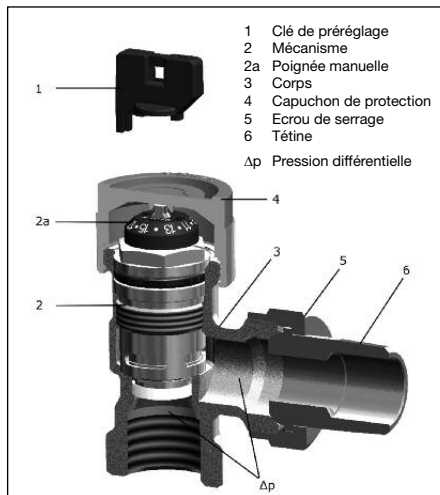

Fig. 5.2 Conception du robinet thermostatique «AQ»
Le débit maximal peut être réglé à l'aide de la clé de préréglage (fig. 5.2, pos. 1) (voir aussi 7.1).
Avec l'appareil de mesure raccordé, la pression différentielle disponible au corps de robinet est mesurée. Pour ce faire, dévisser le mécanisme (pos. 2, fig. 5.2) à l'aide du «Demo-Bloc» et effectuer une mesure avec la tige de mesure de la pression différentielle. Dès lors que la pression différentielle mesurée est égale ou supérieure à la pression différentielle Δp min. (voir 4.1), elle est assez élevée pour permettre la régulation automatique du débit par le robinet.
Le robinet thermostatique est livré avec un capuchon de protection plastique (pos. 4, fig. 5.2) protégeant la tige du robinet et servant au réglage manuel de la levée du robinet pendant les travaux de construction.
Le réglage se fait à l'aide de la clé de pré-réglage (pos. 1, fig. 5.2) qui est montée sur la poignée manuelle (pos. 2a, fig. 5.2).